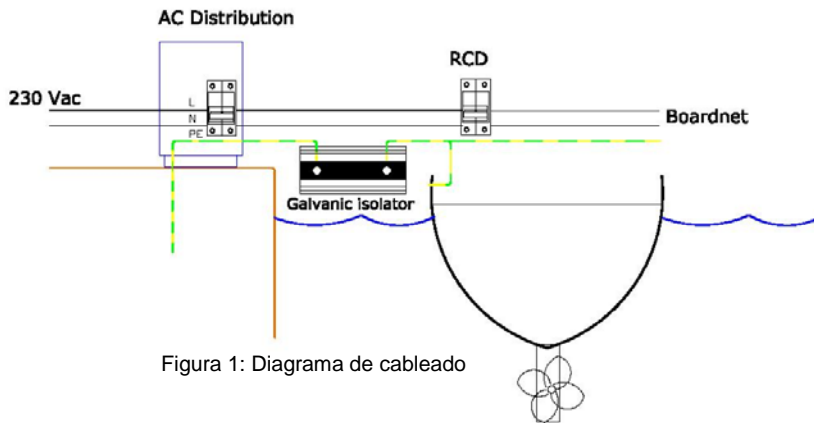

Figura 1: Diagrama de cableado
- 8.3. Conecte el aislador galvánico en el cable de conexión a tierra verde (seguridad), tal y como se muestra en la figura 1